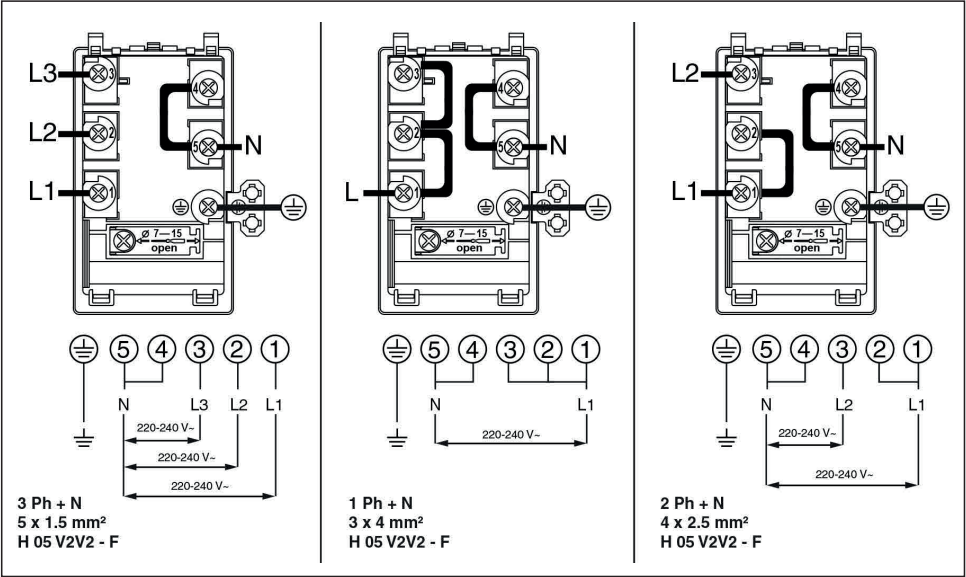

FIG.4
• Connessioni elettriche (Fig. 4)